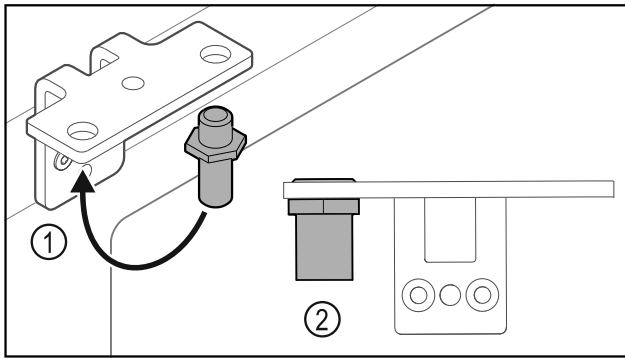

Fig. 37
- ▶ Bouten Fig. 37 (1) naar de scharnierhoek verplaatsen.
- ▶ Bouten Fig. 37 (2) met **aanhaalmoment van 12 Nm** vastdraaien.